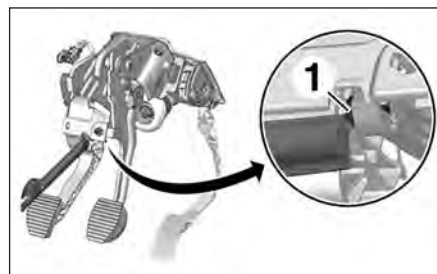

FIG.10
- Dégager l'agrafe de verrouillage (1) du pédalier (Fig.10).